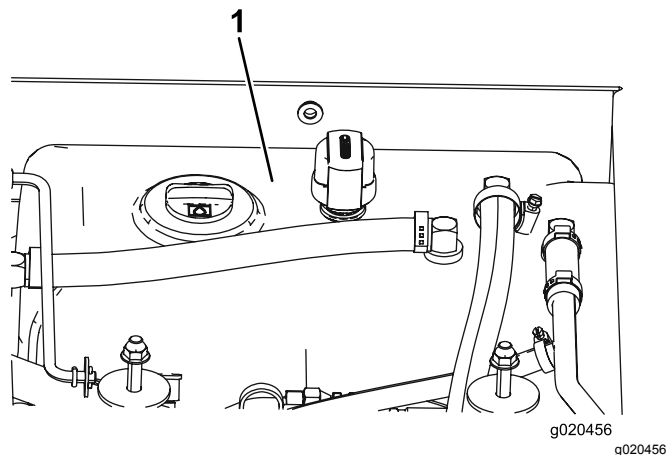

Figure 116
4. Remplissez le réservoir (Figure 116) de liquide hydraulique ; voir Vidange du liquide hydraulique \(page 77\).